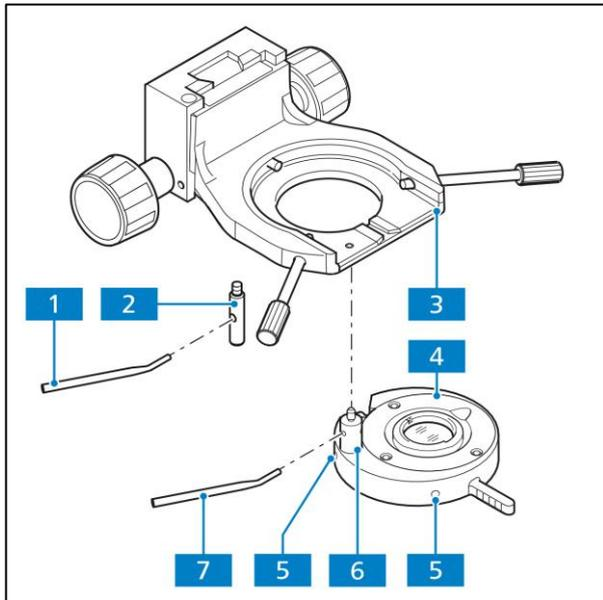

Abb. 3-29 Übersichtseinrichtung montieren
- Übersichtseinrichtung (Abb. 3-29/4) parallel zur Unterseite des Kondensorträgers (Abb. 3-29/3) halten und Haltebolzen (Abb. 3-29/6) der Übersichtseinrichtung mit abgewinkeltem Justierhebel (Abb. 3-29/7) in vordere Gewindebohrung links unterhalb des Kondensorträgers (Abb. 3-29/3) bis zum Anschlag einschrauben.
- Rastbolzen (Abb. 3-29/2) mit Justierhebel (Abb. 3-29/1) bis zum Anschlag in hintere Gewindebohrung des Kondensorträgers (Abb. 3-29/3) einschrauben.
- Mit zwei Innensechskantschlüsseln (SW 1,5) die beiden Justierschrauben (Abb. 3-29/5) verstellen, bis das Sehfeld optimal ausgeleuchtet ist.